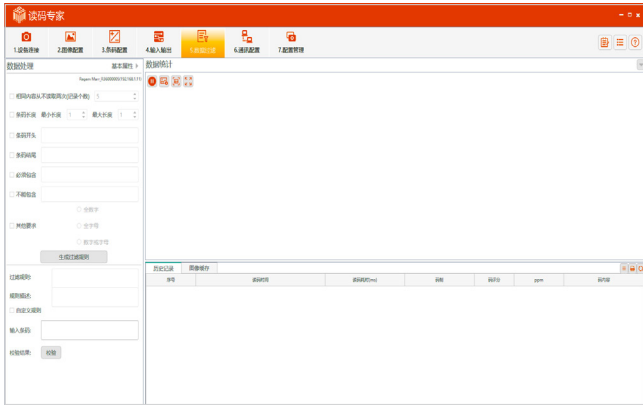

图 4-6
2、在顶部菜单栏中的数据过滤中修改数据过滤规则，如图 4-6 所示。